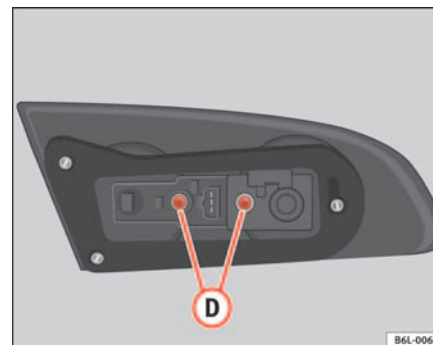

Fig. 156 Acceso a la lámpara
- Desenrosque los tornillos **(D)** ⇒ fig. 156 y extraiga el portalámparas.